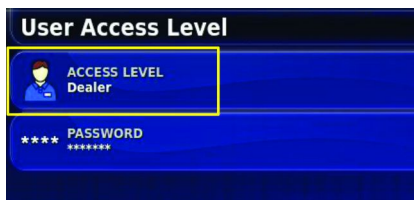

Figure 208
**Remarque:** L'écran de niveau d'accès utilisateur affiche l'icône DÉPOSITAIRE (Figure 208).